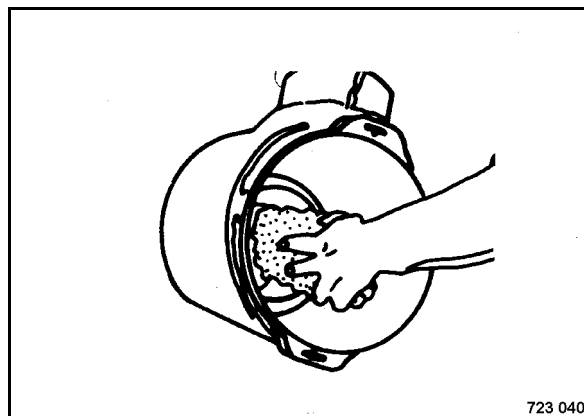

Fig. 52
- Limpiar esmeradamente el interior del tubo de salida (Fig. 52) y de la carcasa del filtro de aire.